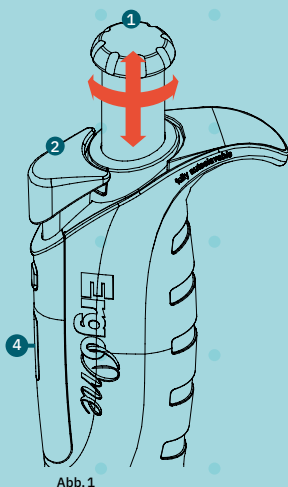

Abb. 1
Lösen Sie die Arretierung der Volumeneinstellung durch Ziehen des Bedienknopfes ①, es ertönt ein Klickgeräusch (Abb. 1). Durch Drehen des Bedienknopfes ① im Uhrzeigersinn verringert sich das aufzunehmende Volumen, durch Drehen entgegen dem Uhrzeigersinn erhöht es sich. Das eingestellte Volumen wird auf der 4-stelligen Volumenanzeige ④ in der Sicht von oben nach unten angezeigt, die weiße Trennlinie zeigt den Dezimalpunkt. Um ein größeres Volumen einzustellen, überschreiten Sie die erforderliche Volumeneinstellung um 1/3 Drehung und verringern Sie danach das Volumen langsam, bis Sie das Zielvolumen erreicht haben. Stellen Sie sicher, dass Sie die Markierung nicht überschreiten. Nach Abschluss der Volumeneinstellung wird der Bedienknopf ① durch Drücken nach unten arretiert, es ertönt